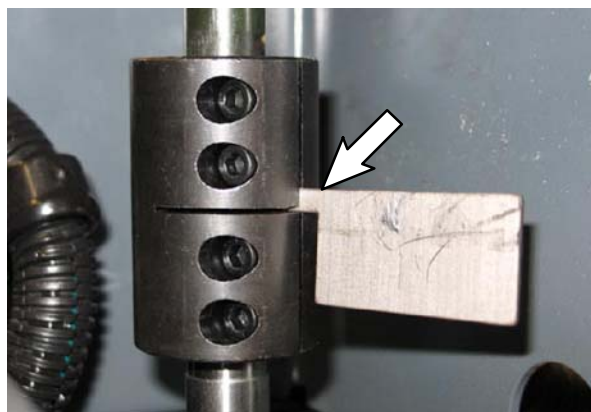

FIG. 40
14. Soulevez l'arbre de direction (1) et réinsérez la cale (2) dans le coupleur de direction (3). (Fig. 40)